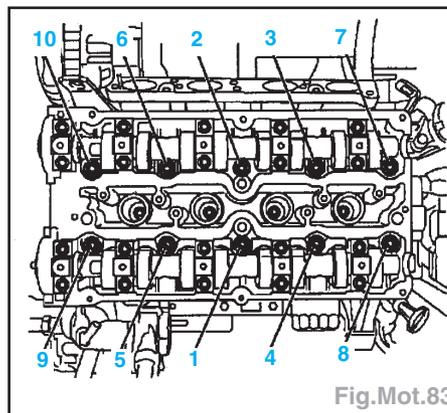

Fig.Mot.83
- Serrer au couple en respectant l'ordre (Fig.Mot.83).